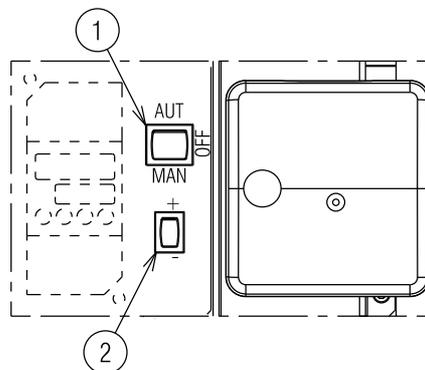

Fig. 29
Posicionar el selector 1)(Fig. 29) en la posición "MAN".
- colocar el interruptor 1) de la Fig. 29 en la posición "OFF" y esperar a que la caja de control ejecute la fase de apagado;
El aire se regula variando el ángulo de la leva III)(Fig. 28) y por medio del selector 2)(Fig. 29). Para regular la leva del servomotor, véase Fig. 32 A).
En la descripción anterior, hemos dejado el quemador encendido, funcionando a la potencia MÍN. Apretar ahora el pulsador 2)(Fig. 29 en la pág 29) "aumento de potencia" y mantenerlo apretado hasta que el servomotor haya abierto el registro del aire y la válvula de mariposa del gas.
El aire se regula variando el ángulo de la leva III) (Fig. 28 en la pág 28) y por medio del selector 2)(Fig. 29 en la pág 29). Para regular la leva del servomotor, véase Fig. 32 A).
Presionar el pulsador 2)(Fig. 29 en la pág 29) "Disminución de potencia" y mantenerlo presionado hasta que el servomotor vuelva (Fig. 32 B) a la regulación realizada en fábrica: Véase Tab. K en la pág 28 y regular por consiguiente el registro de aire 5) y la mariposa del gas 4) (Fig. 31 en la pág 30).
El aire se regula variando el ángulo de la leva III) del servomotor (Fig. 28 en la pág 28) y por medio del selector 2)(Fig. 29 en la pág 29). Para regular la leva del servomotor, véase Fig. 32 A).
Después de haber regulado la potencia máxima y mínima del quemador, se regula el gas en varias posiciones intermedias del servomotor. El paso de una posición a la siguiente se obtiene manteniendo presionado el pulsador 2) en el símbolo (+) o (-) (Fig. 29 en la pág 29). Presionar un instante el pulsador 2)(Fig. 29 en la pág 29) "Aumento de potencia" de modo que el servomotor gire a unos 20°, véase índice graduado en el servomotor Fig. 32 B) e índice graduado registros de aire 5) (Fig. 31 en la pág 30).
Apagar el quemador utilizando el interruptor 1)(Fig. 29), posición OFF, liberar la leva mecánica I)(Fig. 31) para separar los engranajes del servomotor, presionando y desplazando hacia abajo el pulsador 3)(Fig. 32 D) y controlar varias veces girando a mano la leva mecánica I)(Fig. 31) hacia adelante y hacia atrás que el movimiento sea suave y sin interrupciones.